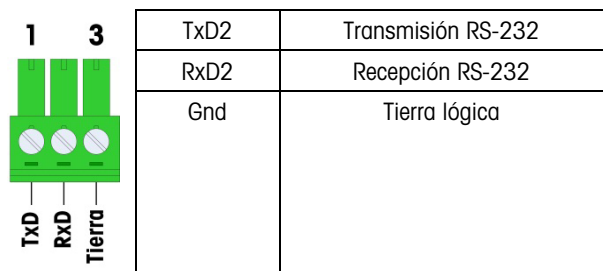

Figura 3-17: Posición de la etiqueta Ethernet
- Si se instala la opción Ethernet, el kit incluye una etiqueta de identificación Ethernet. Esta etiqueta también puede colocarse en el gabinete del ACM500 cerca del conector de Ethernet como se muestra en la Figura 3-17.
- Si instala la opción EtherNet/IP, el kit incluye una etiqueta EtherNet/IP PLC. Esta etiqueta también puede colocarse en el gabinete del ACM500 cerca del conector de Ethernet/IP como se muestra en la Figura 3-17.